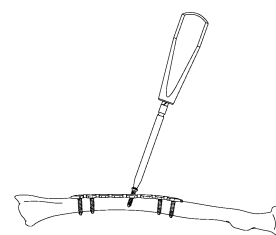

図 15
- 1) ヘクスローブ 15 ドライバーにて 3.5 コーティカルスクリュー (S) を抜去します。(図 15)